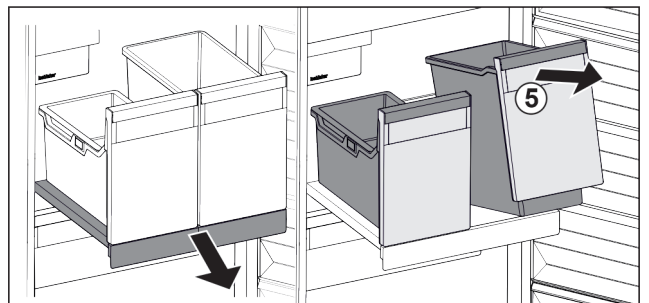

Fig. 123
- ▶ Spremnik Fig. 123 (5) podignite srijeda.